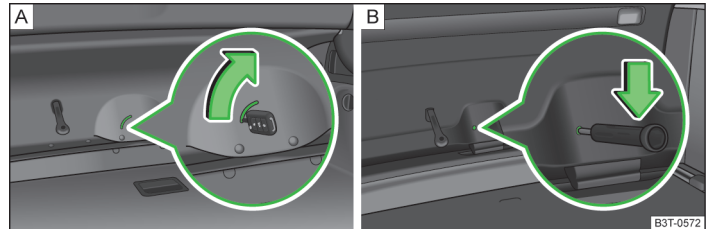

Abb. 196 Notentriegelung: Superb / Superb Combi
- Den Fahrzeugschlüssel in den Schlitz in der Verkleidung bis zum Anschlag einschieben » Abb. 196 - **A**.
- Einen Schraubendreher oder ein ähnliches Werkzeug in die Öffnung in der Verkleidung bis zum Anschlag einschieben » Abb. 196 - **B**.